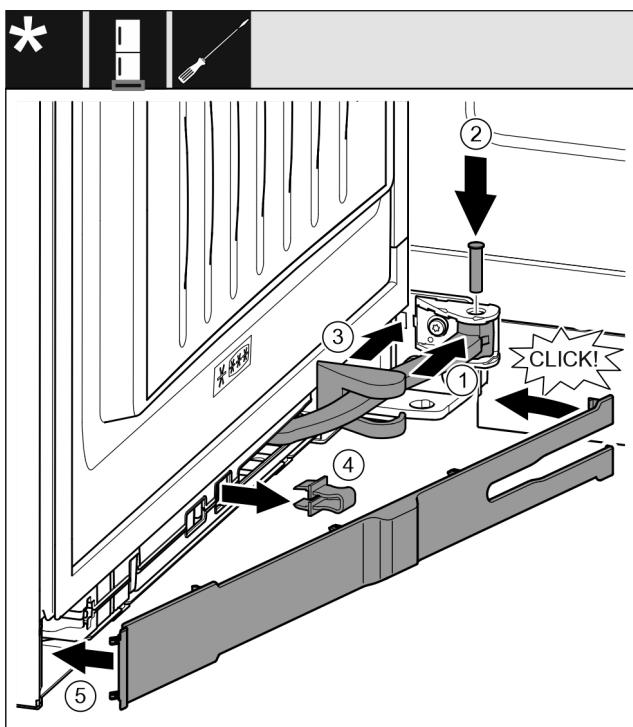

Fig. 47
- ▶ Okrenite zglob u ovjesu. Fig. 47 (1)
- ▶ Pomoću odvijača T15 stavite svornjak u ovjes i zglob. Pritom pazite da ispuštenje za blokiranje ispravno dosjedne u utor. Fig. 47 (2)
- ▶ Pomaknite pokrov podloška ležaja uzduž zglobova i montirajte ga iznad ovjesa. Fig. 47 (3)
- ▶ Skinite osigurač. Fig. 47 (4)
- ▶ Postavite masku na strani prianjanja i zakrenite ju prema unutra. Fig. 47 (5)